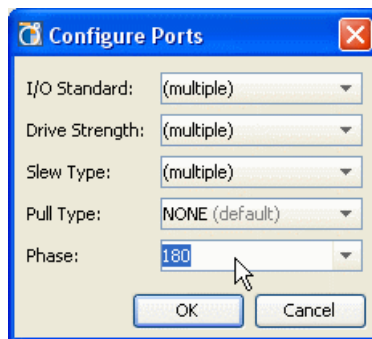

図 8-34： [Configure Ports] ダイアログ ボックス
2. [I/O Ports]、[Package Pins]、または [SSN Results] ビューで、選択したポートを右クリックして [Configure I/O Ports] をクリックします (図 8-34)。